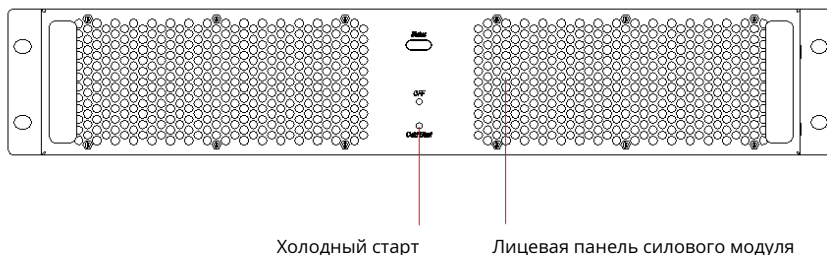

Рисунок 5.2. Расположение кнопки холодного запуска на силовом модуле
4. После начала работы контрольного модуля необходимо нажать кнопку холодного запуска модуля, расположенную на его передней панели (см. рисунок 5.2). Модуль начнет работать, и система будет выполнять следующие за этапом 3 действия в режиме нормального запуска. Система запустит выпрямитель, затем инвертор. Весь процесс запуска занимает около 60 с, и система перейдет в режим АКБ.